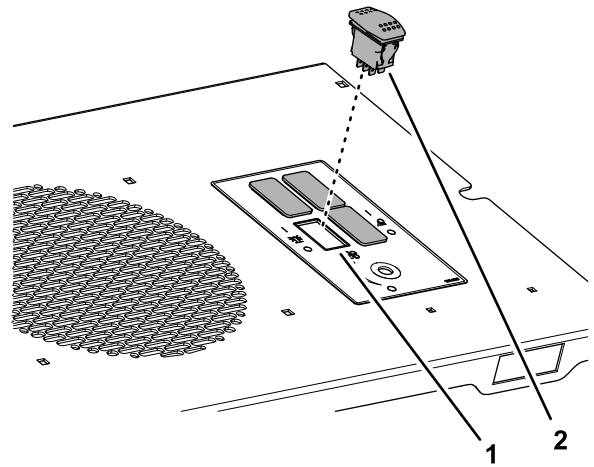

Bild 11
6. Ziehen Sie den Stecker aus der Öffnung für den Rundumleuchtenschalter am Bedienfeld (Bild 11).